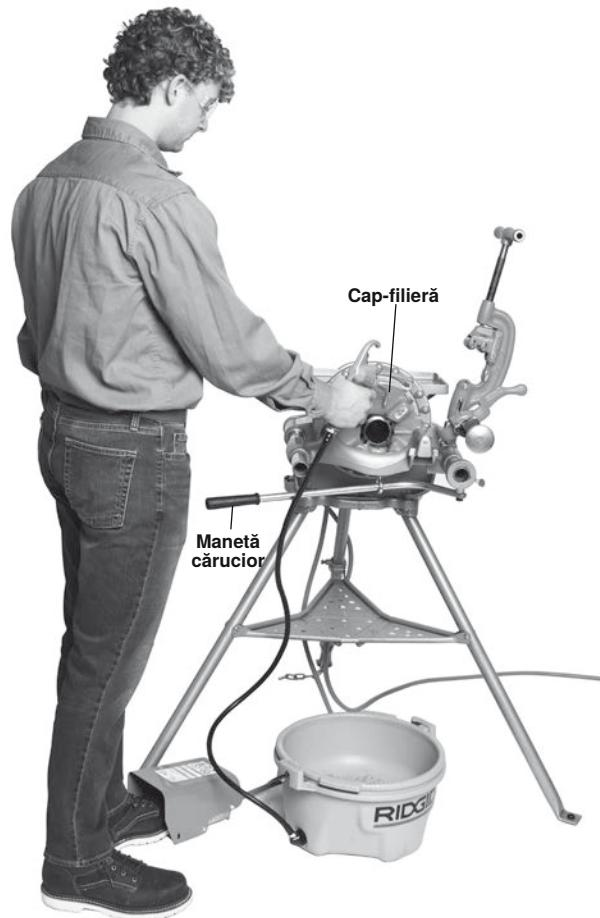

Figura 23 - Filetare teavă cu capete-filieră/Pozită corectă de operare
- Deplasați maneta căruciorului pentru a aduce capul-filieră la capătul țevii (Figura 23). Aplicați o forță ușoară pe maneta căruciorului, pentru a porni capul-filieră pe țeavă. Odată ce capul-filieră a început filetarea, nu mai este necesară nici o forță pe maneta căruciorului.